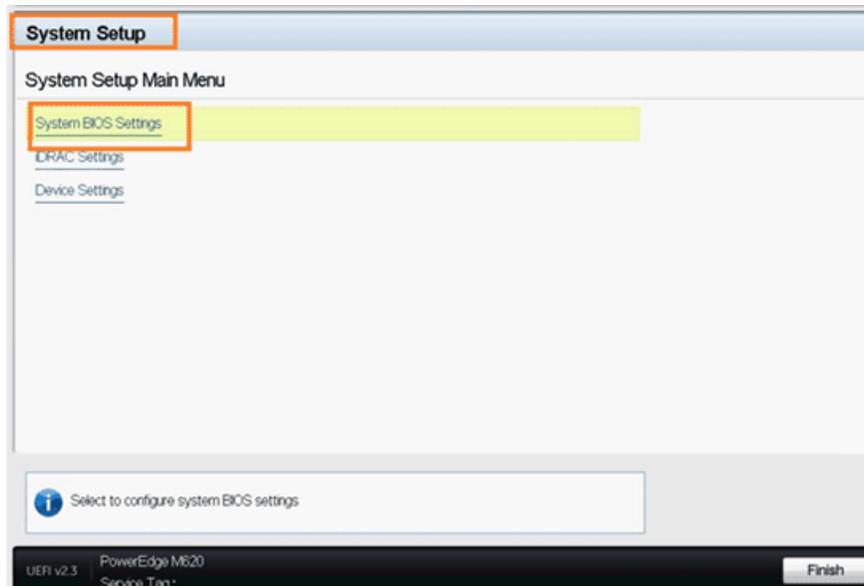

Figure 5-33. Installation de système Dell
1. Pendant le test POST, appuyez sur F2 pour entrer dans le menu Dell System Setup, comme indiqué à la Figure 5-33.